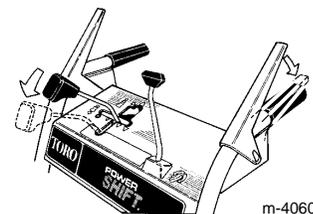

Abbildung 18
2. Um die Räder auf vordere oder hintere Position zu stellen, den Schalthebel ganz nach vorne auf Power Shift-Position stellen und dort halten (Abb. 18).
3. Den Radantriebshebel vollständig einkuppeln, um die Räder auf die jeweils andere Position zu stellen (Abb. 18 und 19).